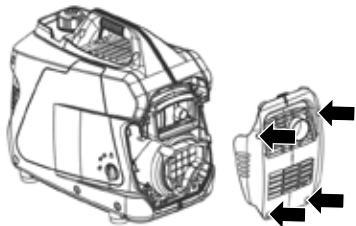

Figure 19: Retirez les vis qui retiennent le couvercle du silencieux
3. Retirez les vis maintenant le couvercle du silencieux en place (voir la figure 19).